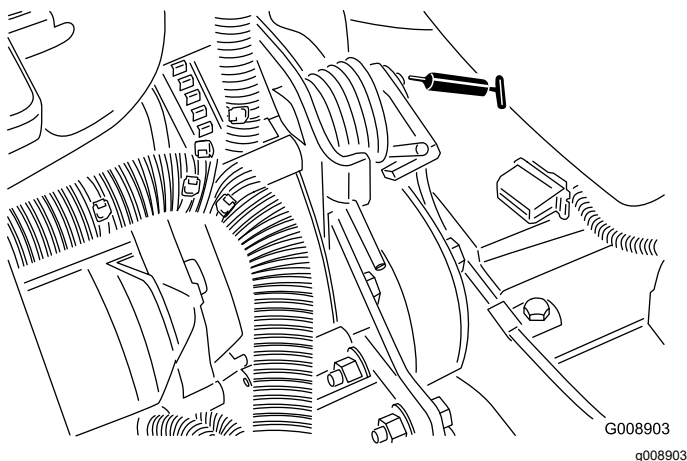

Figura 62
- Articulação da tensão da correia (Figura 62)